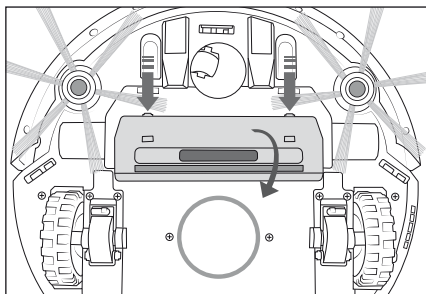

Fig. 12
- 1) Apăsați pe cele două taste de deblocare pentru a elibera capacul 20 orificiului de aspirare 19 și îndepărtați-l de pe aparat (a se vedea fig. 12).